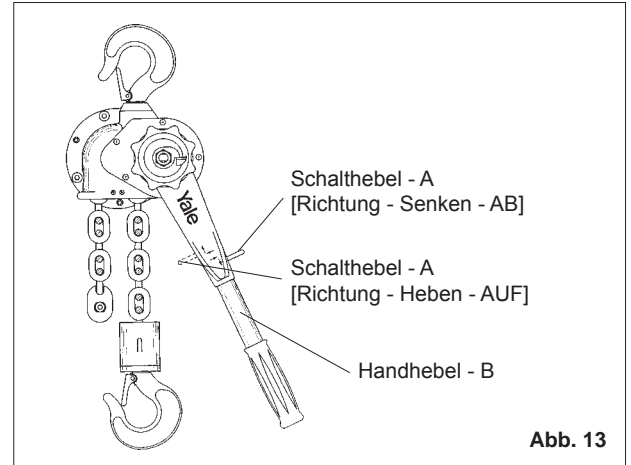

Abb. 13
Schalthebel A in Richtung Heben (AUF) drehen und einrasten lassen (Abb. 13). Mit Handhebel B Pumpbewegungen ausführen. Wenn das Hebezeug unter Last steht, ohne daß damit gearbeitet wird, muß der Umschalthebel A im Handhebel B in Stellung Heben (AUF) verbleiben und sollte nicht in Neutral- (Mittel-) oder Senkstellung (AB) gebracht werden.
Schalthebel A in Richtung Senken (AB) stellen und Handhebel B ruckartig durchdrücken (Abb. 13). Falls die Verspannung sehr hoch war, kann die Bremse mit einer schlagartigen Belastung auf den Handhebel B gelöst werden.